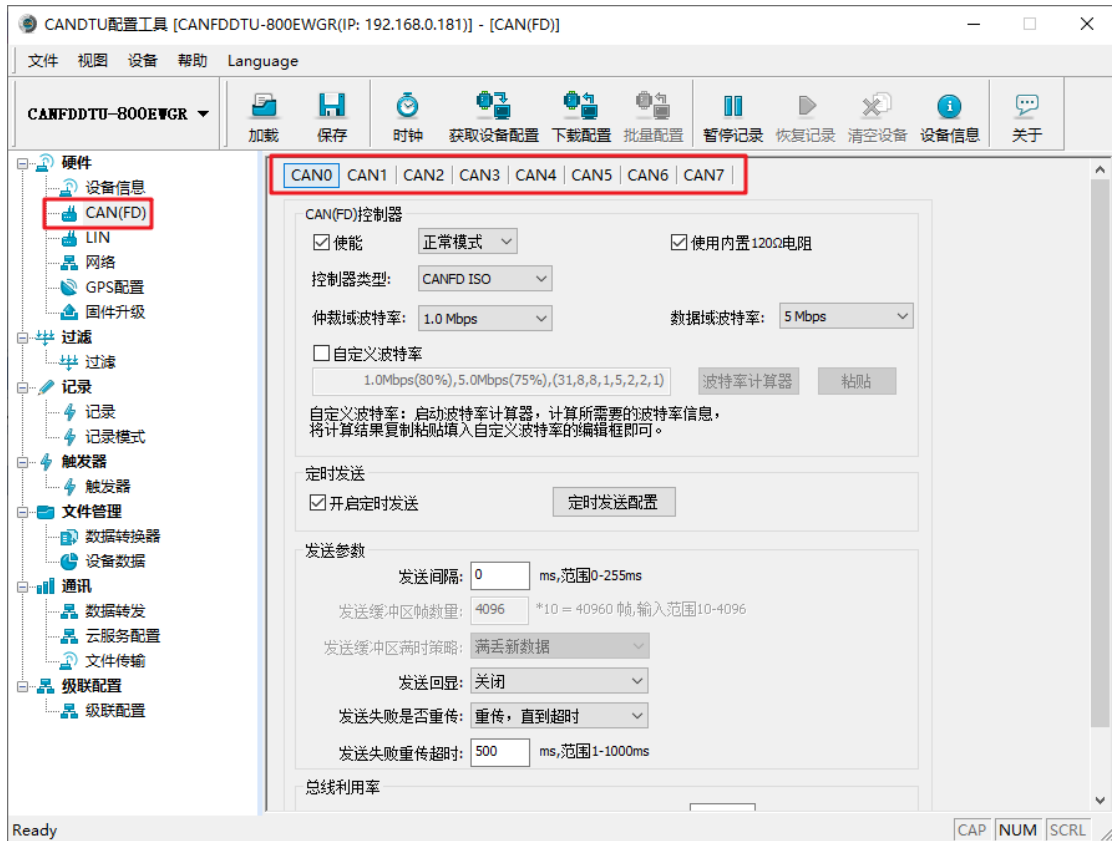

图 4.3 CAN (FD) 通道配置界面
在配置工具左侧菜单栏中，点击“CAN (FD)”选项进入 CAN (FD) 通道配置界面如图 4.3 所示。点击对应通道后即可配置该通道的波特率参数及终端电阻控制。